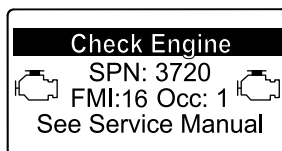

Bild 46
- Motorwarnung SPN 3720, FMI 16 (Bild 46)